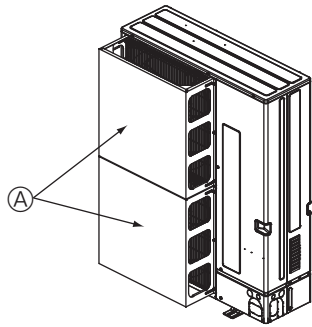

Fig. 2-15
① Եթե օդորակիչը տեղադրված է այնպիսի վայրում, որտեղ հնարավոր են ուժեղ քամիներ, փոթորիկներ և օդափոխման վանդակը պաշտպանված չէ, ապա տեղադրեք օդի արտաթողքի լրացուցիչ պաշտպանիչ օդամուկ: (Fig. 2-15)